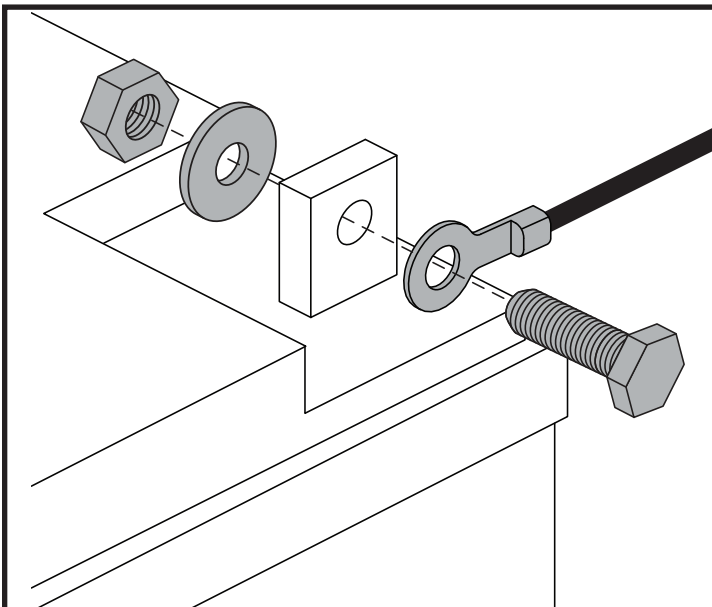

Figure 11. Batterie Borne Matériel - Configuration 1
4. Débranchez les câbles des bornes des batteries en soulevant la housse des bornes et en desserrant le boulon et l'écrou sur chaque borne. Voir la figures 11 et 12.